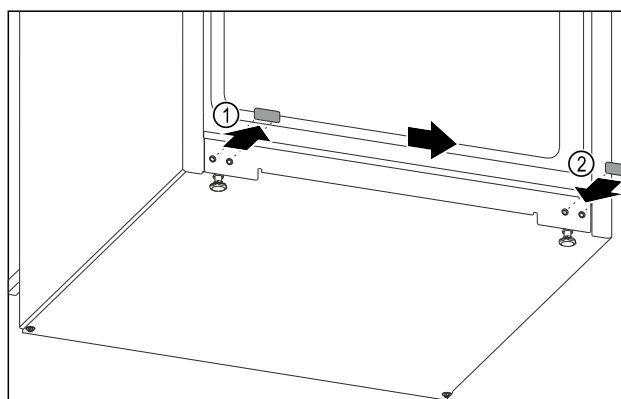

Fig. 10
- Retirar el tapón de la tapa. Fig. 10 (1)
- Insertar el tapón de la tapa en el lado opuesto. Fig. 10 (2)